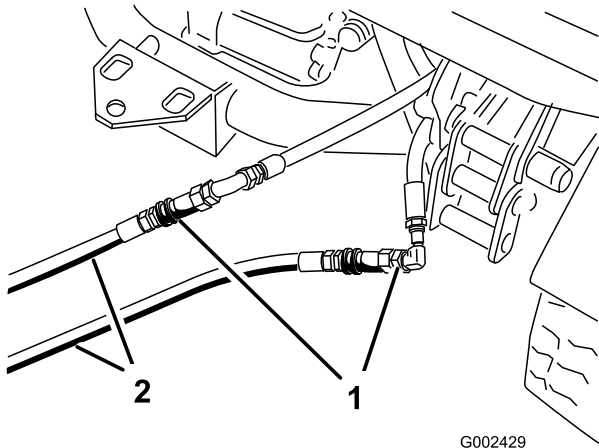

**Figure 75**
2. Sur les deux machines, débranchez les 2 flexibles à raccords rapides des flexibles fixés au support de raccord (Figure 75).